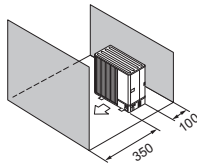

Fig. 2-11
- ⑤ Obstacole numai în față și în spate (Fig. 2-11)